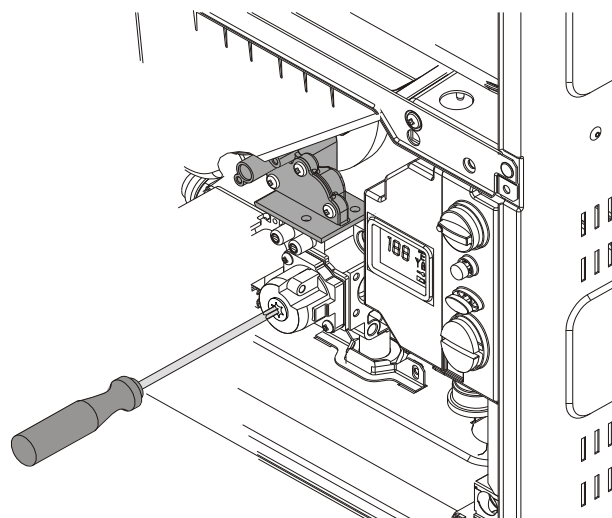

Fig. 38
- ▶ Retire la cubierta de Torx #40 pintada de amarillo de la parte delantera de la válvula de gas. (Fig. 38). Aparecerá un tornillo de plástico #40 Torx.